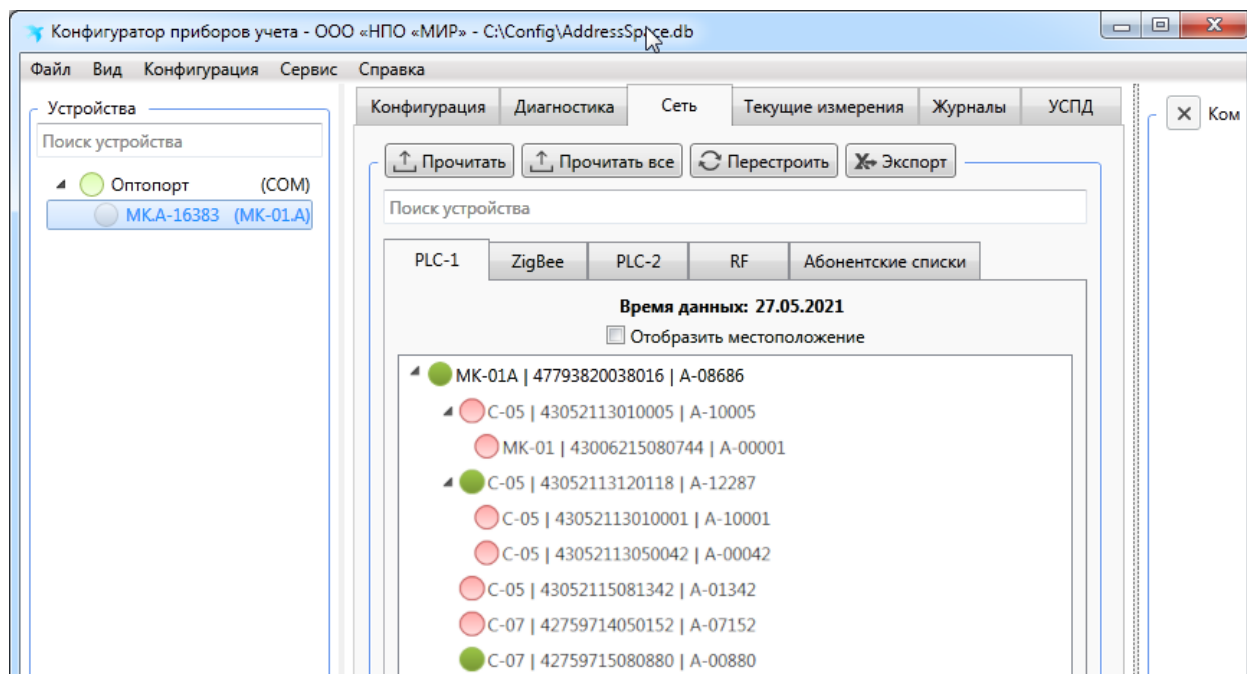

Рисунок 9.23 – Дерево сети PLC
- выбрать в дереве объектов программы КОНФИГУРАТОР модем-коммуникатор МИР МК и далее в области параметров выбрать вкладку *Сеть* (рисунок 9.23);